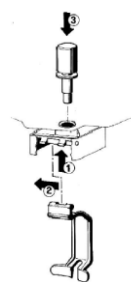

Rysunek 4
- Aby zwolnić stalowy kranik, wyjąć tłok (1) i zdemontować dźwignię kranika (rys. 4)